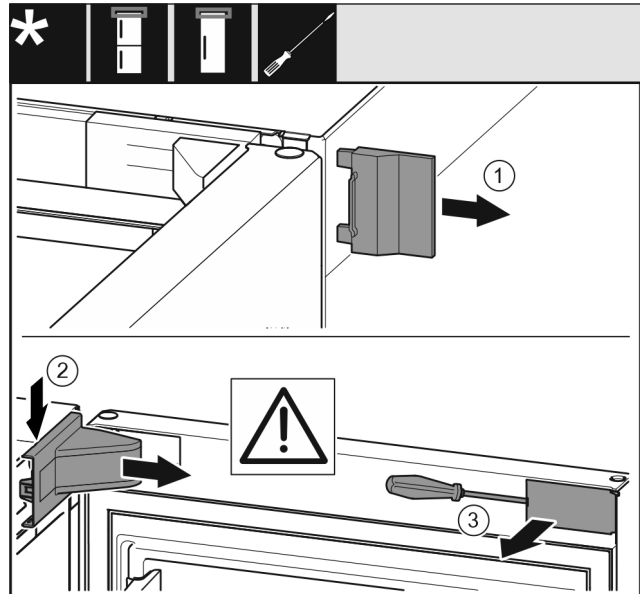

Fig. 5
- ▶ Tag den udvendige afdækning af Fig. 5 (1)
- ▶ Klik hængselkonsollens afdækning ud, og løs den. Tag hængselkonsollens afdækning af Fig. 5 (2)
- ▶ Løsn blindpladen med en flad skruetrækker, og drej den til side. Fig. 5 (3)